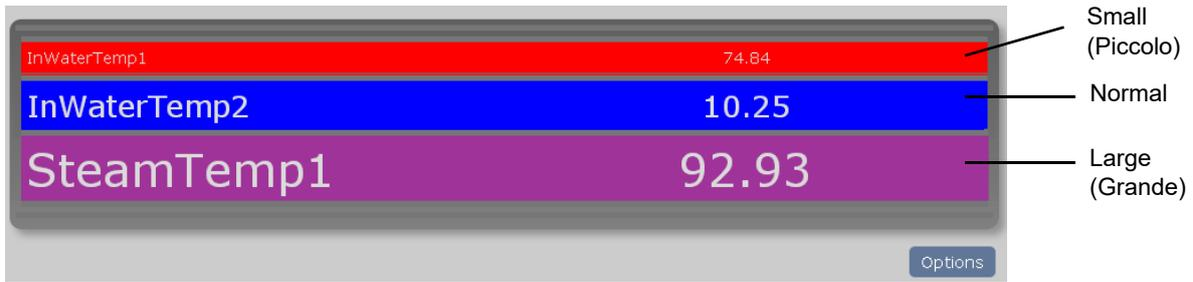

Figura 155 Confronto delle dimensioni dei caratteri
Consente di selezionare Small (Piccolo), Normal (Normale) o Large (Grande) per il nome di punto oppure il valore associato oppure entrambi. Nella Figura 155 sotto sono riportati tutti e tre i valori per confronto, anche se non è possibile visualizzare più di una dimensione alla volta.
**Nota:** Nella Figura 155 è riportata la stessa dimensione dei caratteri utilizzata per l'identificatore dei punti (dimensione caratteri del canale) e il valore (dimensione caratteri PV). È tuttavia possibile utilizzare una dimensione diversa per il canale e per la PV.